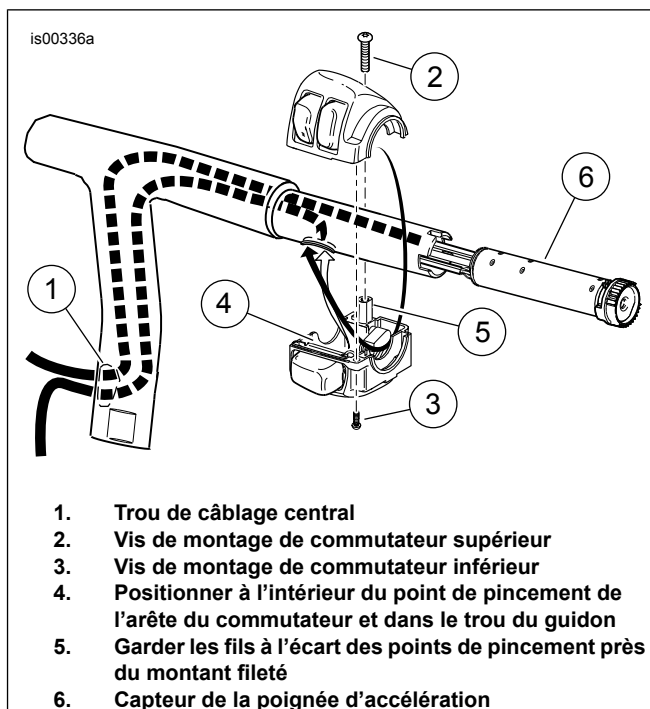

Figure 8. Boîtier de commutation et câblage du capteur de poignée d'accélération (modèles Touring 2008 et ultérieurs)
- Poussez doucement le faisceau du capteur de poignée d'accélération dans l'extrémité droite du guidon. Consultez Figure 8 . Faites passer le faisceau de fils de commutateur du côté droit à travers le boîtier de commutation comme indiqué. Poussez doucement le faisceau dans le trou de fils de commutateur du côté droit. Tirez les faisceaux à travers le nouveau guidon et vers le centre du guidon, tout en ajustant les pattes d'indexation du capteur de poignée d'accélération dans les fentes à l'extrémité du guidon. L'une des pattes d'indexation et l'une des fentes sont plus petites que les autres pour faciliter l'installation.
- Faites passer le faisceau de commutateur du côté gauche à travers le boîtier de commutation de façon semblable à celui indiqué dans Figure 8 pour le câblage du côté droit. Poussez le faisceau dans le trou de fils de commutateur du côté gauche. Tirez le tout à travers le nouveau guidon et vers le centre du guidon.